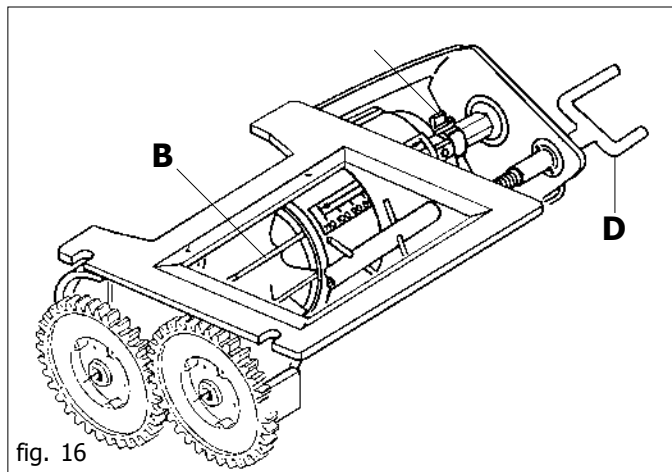

fig. 16
Le doseur (cf. fig. 16), l'organe principal pour le fonctionnement de l'élément semeur, est placé sous le réservoir de engrais. Il reçoit le mouvement de la roue de transmission par le biais d'engrenages (avec rapport proportionnel à la largeur du travail) et par des chaînes. La tige à vis (D) permet de régler l'ouverture de la vanne selon la valeur de l'échelle graduée obtenue à partir du tableau et de l'essai de distribution (cf. chapitre 3.3.2). La quantité maximum pouvant être distribuée est de 420 kg/ha. **Pour distribuer l'engrais, ne pas utiliser le même doseur que pour les graines.**
Le ressort de blocage (cf. E fig. 16) permet de modifier l'ouverture de la vanne et, en même temps, le débit du rouleau doseur. Pour l'épandage de l'engrais, opérer toujours avec la capacité maximum du rouleau doseur, travailler donc avec le ressort de blocage sur la position "E1" (Fig. 61).